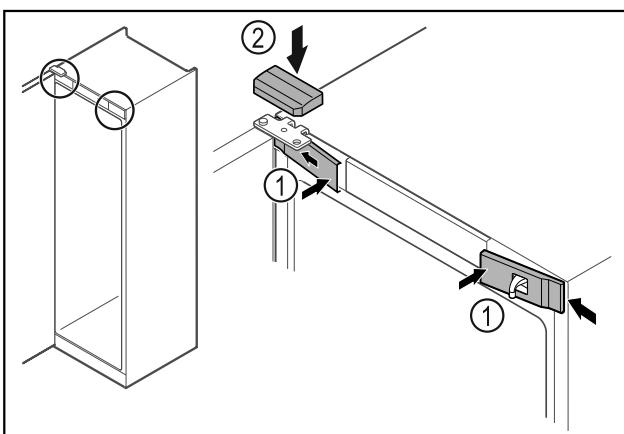

Fig. 38
- ▶ Enganchar las cubiertas delanteras Fig. 38 (1) lateralmente y encazarlas.
- ▶ Encazar la cubierta superior Fig. 38 (2) desde arriba.